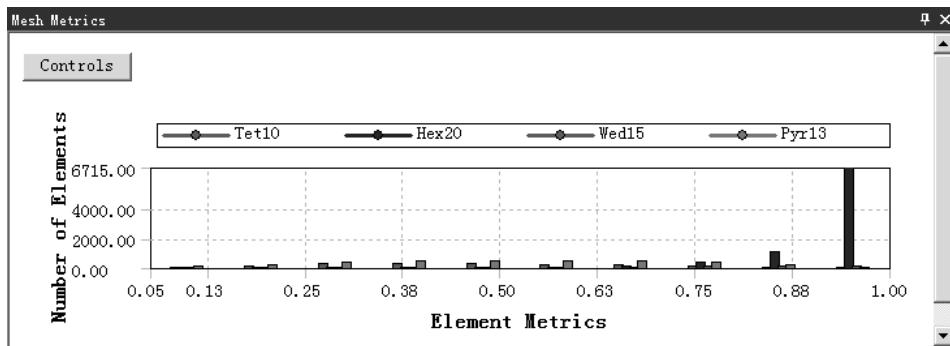

图 5.4.23 检查结果统计图表 (八)
- ◆ 正交品质 (Orthogonal Quality)。这是网格质量检查的主要方法之一，其值位于 0 和 1 之间，0 最差，1 最好。选择此选项后，在信息栏中打开图 5.4.23 所示的检查结果统计图表 (八)。